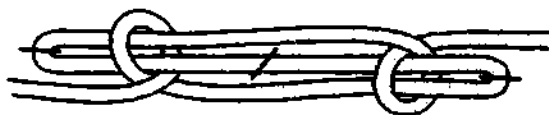

Рис. 126. Если перерезать верёвку в любом месте, указанном на рисунке чёрточкой, то узел от этого не распадётся, а будет продолжать держать.
**Колышкой** можно предотвратить разрыв троса, если есть вероятность, что какое-либо место на нём не надёжно и верёвка может порваться. Чтобы вывести такое перетёртое место из-под нагрузки, узел нужно завязать таким образом, чтобы повреждённое место помещалось на среднем сегменте узла (рис. 126). Если в узле разрезать этот средний трос или даже крайние петли, колышка всё равно будет надёжно держать.